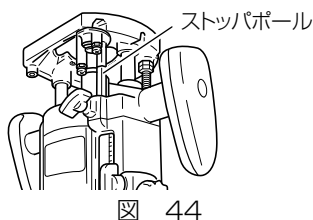

図 44
- ① 8 mm スクリューの反対側（裏側）にあるストップポールを一番下にして固定しておきます。（図 44）